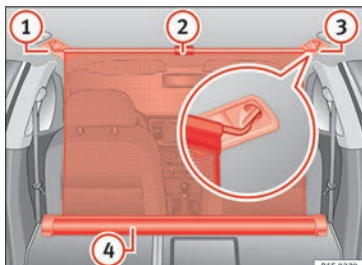

Fig. 170 En el maletero: red de separación enganchada con los respaldos del asiento trasero abatidos.
- Tire hacia arriba de la lengüeta » **fig. 170 ②** para sacar la red de la carcasa » **fig. 170 ④**.
- Enganche la red de separación en el lado derecho » **fig. 170 ③** (imagen ampliada).
- Enganche la red de separación en el alojamiento del lado izquierdo » **fig. 170 ①** estirando la barra.
La red de separación está correctamente montada cuando los extremos en forma de T están enganchados firmemente en los alojamientos correspondientes » **fig. 170 ③** y **①**.
- Enrolle la red en la carcasa » **fig. 170 ④** bajándola con la mano.